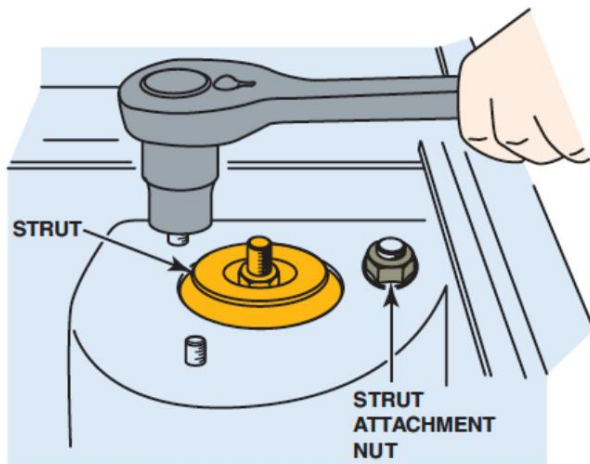

Figura 21. Extracción de las tuercas de montaje superiores del puntal.
3. Después de retirar todos los pernos de fijación inferiores, retire el último perno del puntal superior y retire el conjunto del puntal del vehículo. Figura 21.